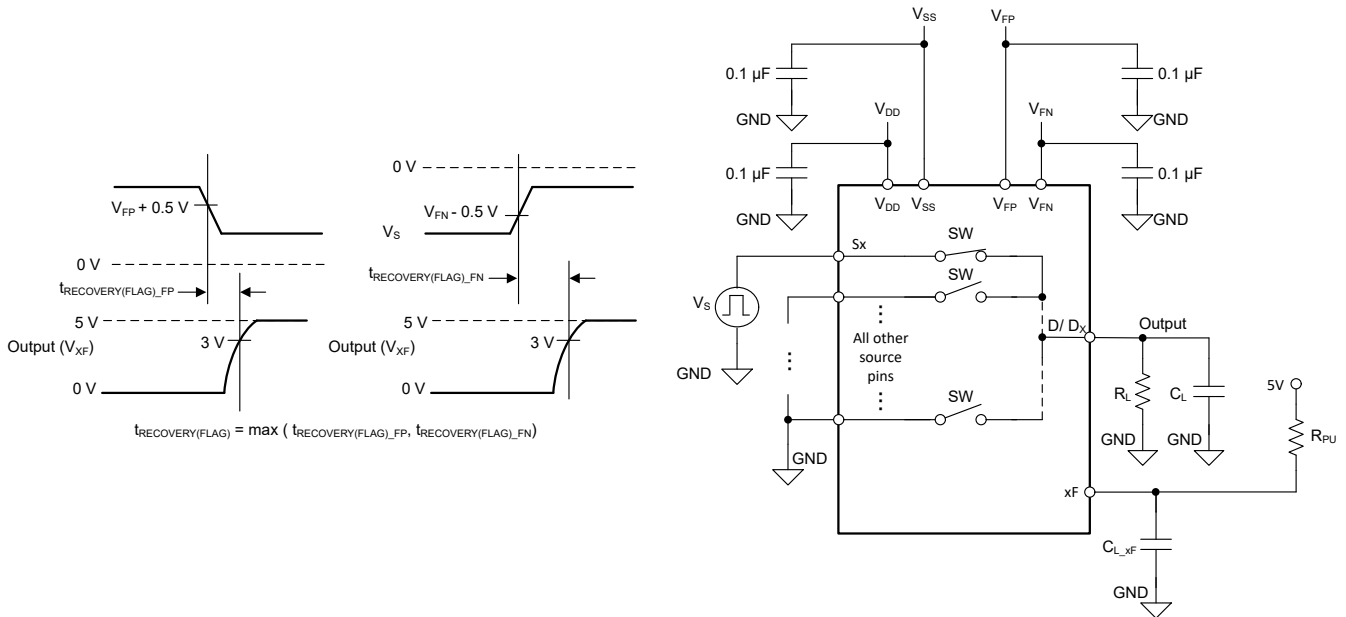

图 7-12. 故障标志恢复时间测量设置
故障标志恢复时间 ($t_{\text{RECOVERY(FLAG)}}$) 测量源电压从过压状态下降到低于故障电源电压 (V_{FP} 或 V_{FN}) 加 0.5V，与一般故障标志 (FF) 引脚或特定故障标志 (SF) 引脚在 5V 外部上拉时升至 3V 以上之间的延迟。图 7-12 展示了用于测量 $t_{\text{RECOVERY(FLAG)}}$ 的设置。